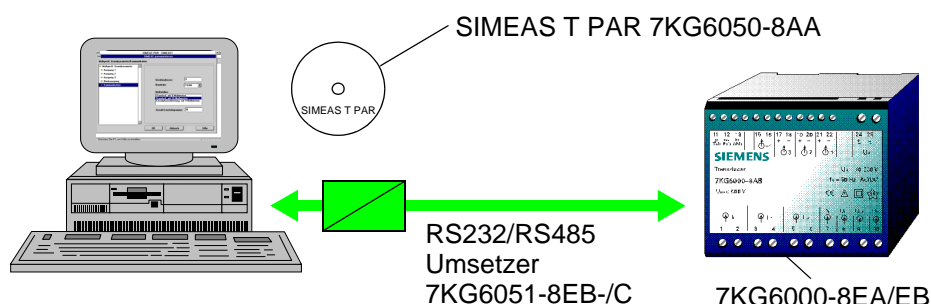

Bild 8-2 Parametrieren der Messumformer mit RS485-Schnittstelle 7KG6000-8EA/EB
- Anschluß des Messumformers wie in Bild 8-2